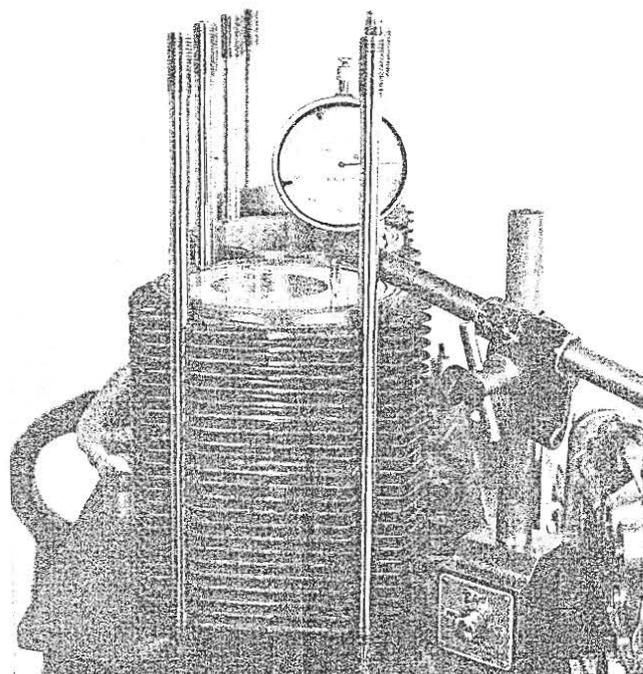

FIG. 34 - Contrôle de la distance entre la tête du piston et le plan d'appui de la culasse
- Contrôler si la tête du piston au P.M.H. est plus basse de  $0,5 \div 0,8$  mm que le plan d'appui des joints de culasse après blocage du cylindre en position de montage (Fig. 34).